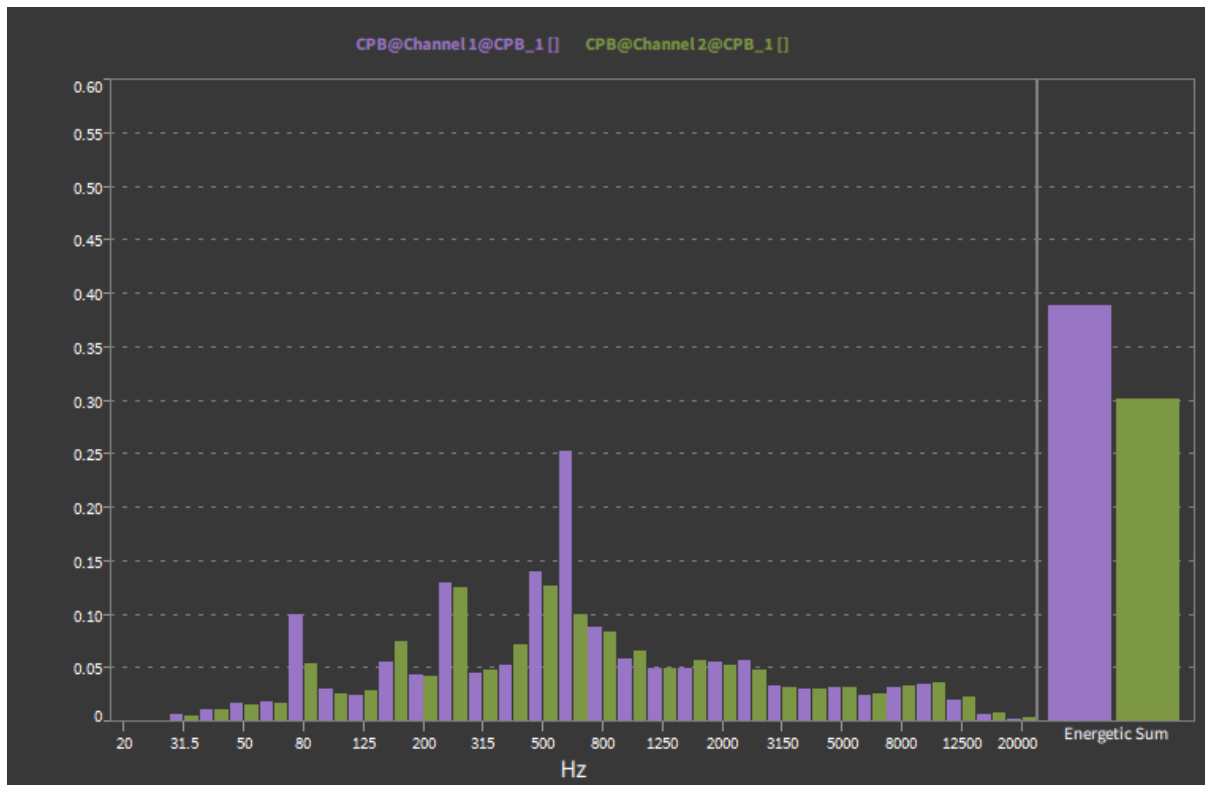

Abb. 8.47: Array Chart mit *Total*-Spalte
- Total Computation: Auf der rechten Seite kann ein Total-Balken (siehe Abb. 8.47) dargestellt werden, der den folgenden Wert darstellt: